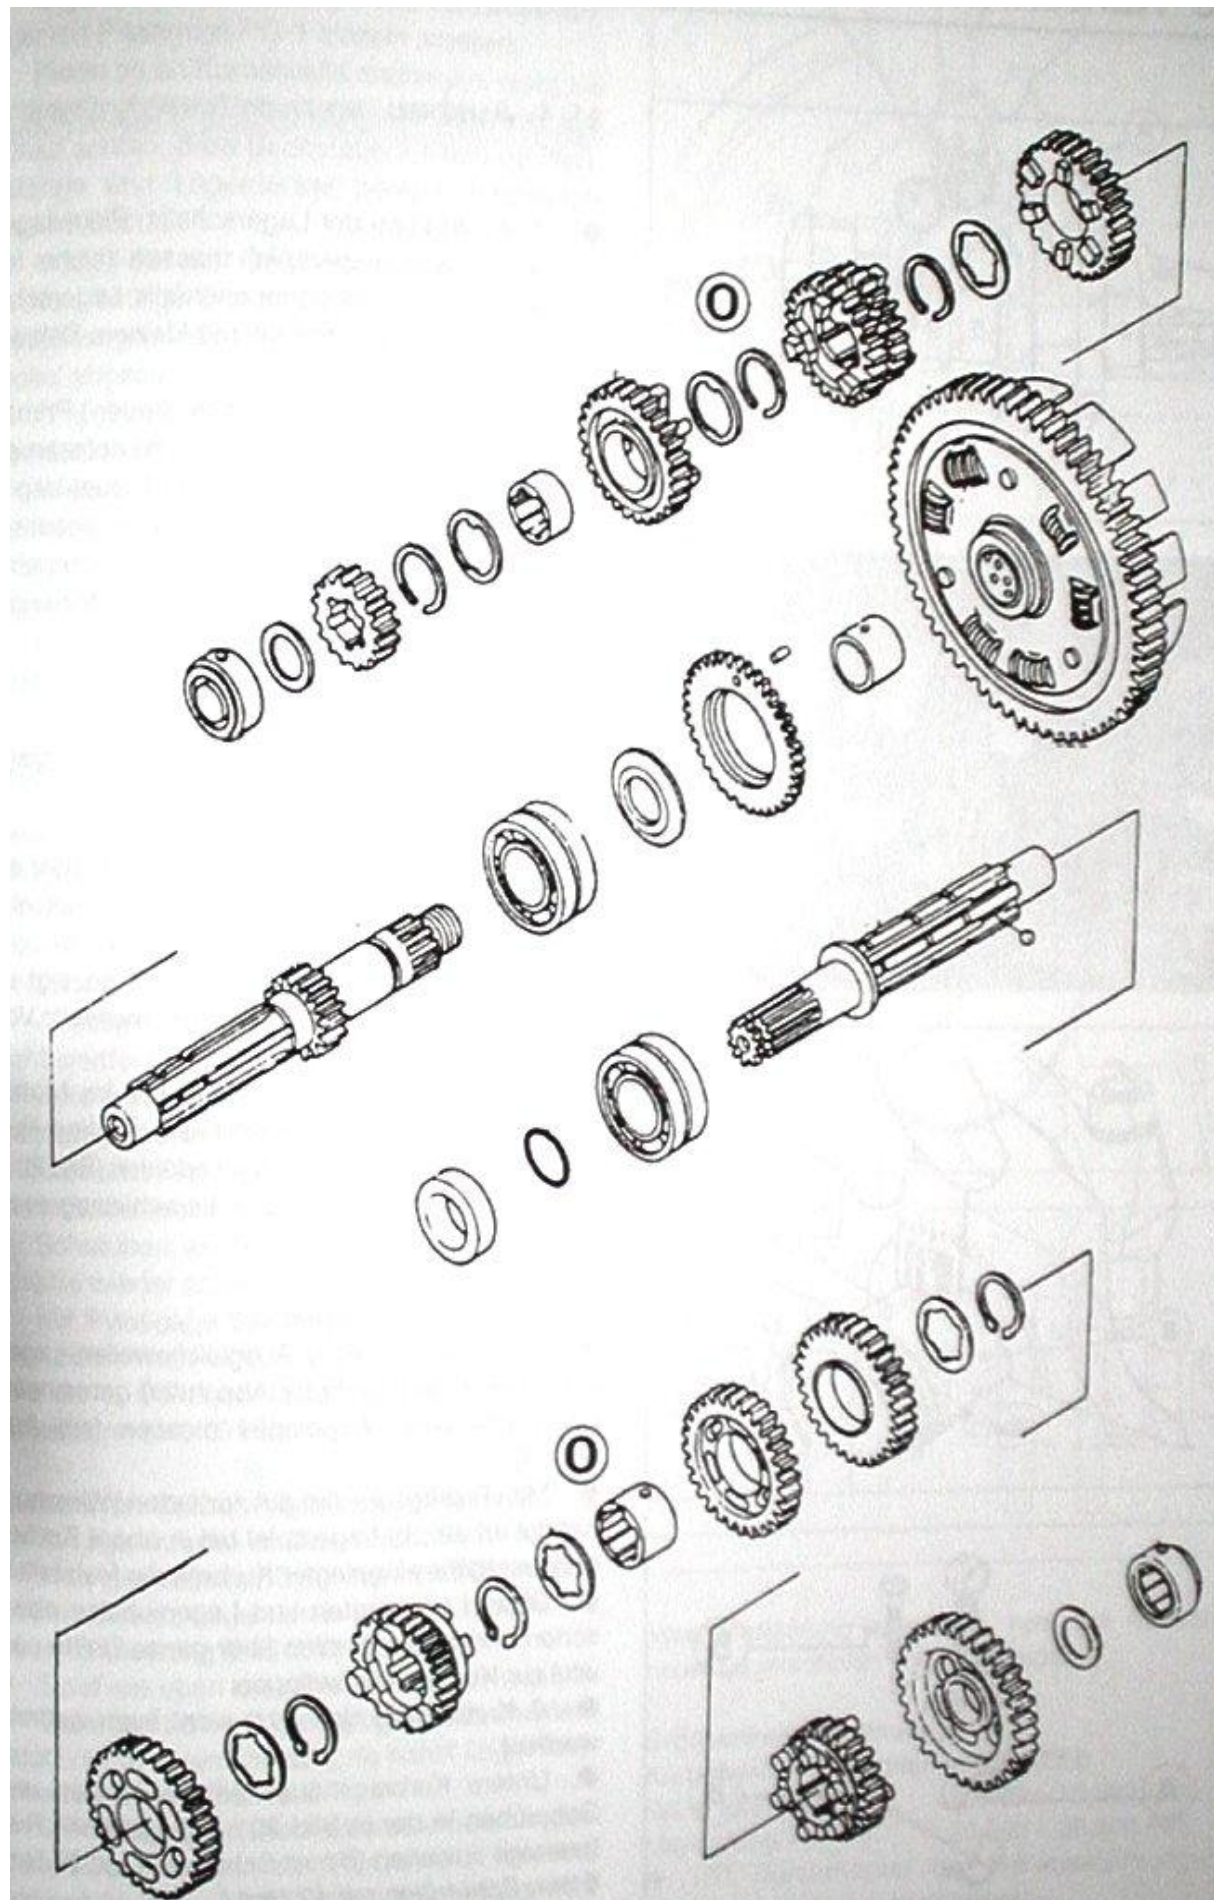

Bild 221
- Getriebewellen (Bild 221) lassen sich leicht mit Seegeringzange und kleinem Schraubendreher vormontieren. Ausnahme: Kugellagerinnenring der Hauptwelle muss zum Aufpressen auf Welle erwärmt werden. Dies ist gegebenenfalls Arbeit für die KAWASAKI- oder Fachwerkstatt.